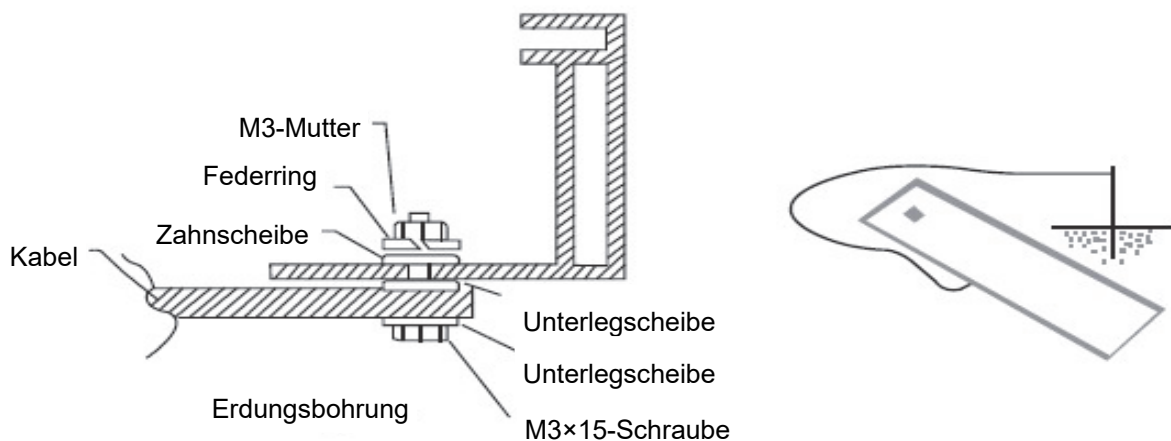

Abbildung 8: Erdungsschema
- e) Alle Modulrahmen und Aufständerungen müssen gemäß den örtlichen und nationalen Vorschriften für Elektroinstallationen geerdet werden. Montieren Sie den Erdungsleiter der Anlage am Modulrahmen. Verwenden Sie dafür das entsprechende Loch am Rahmen und die mitgelieferten Teile. Beachten Sie, dass zwischen Erdleiter und Modulrahmen eine Edelstahlzahnscheibe sitzt (siehe Abbildung 8). Diese Unterlegscheibe verhindert Korrosionsschäden durch den Kontakt unterschiedlicher Metalle. Ziehen Sie die Schraube fest an.